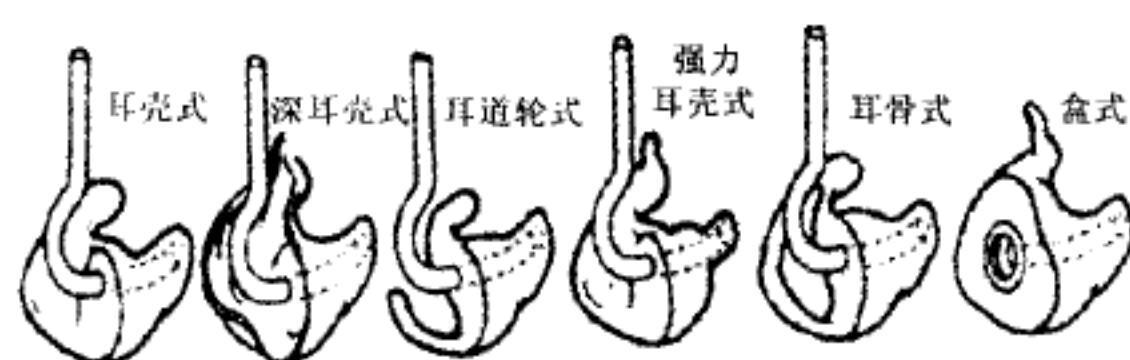

图 11-15 各种耳模
1. 封闭式耳模与外耳道严密地贴附,声音完全依靠助听器传入。适用于中度至极度聋患者。其形状、工艺、款式不同而功效也不同(图 11-15)。